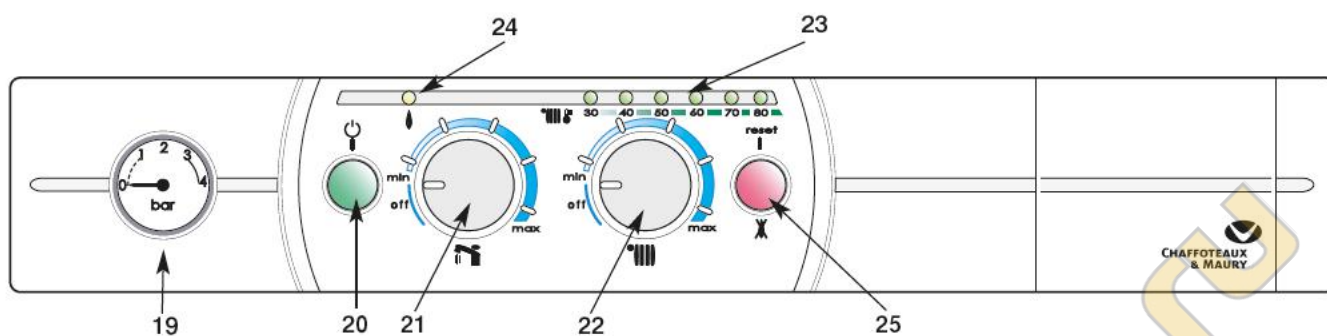

Рис. 20
### Панель управления (рис. 20)
- Установите ручки 21 и 22 в положение “off” и оставьте кнопку 20 (рис. 20) включенной. Будет работать функция предотвращения замерзания.